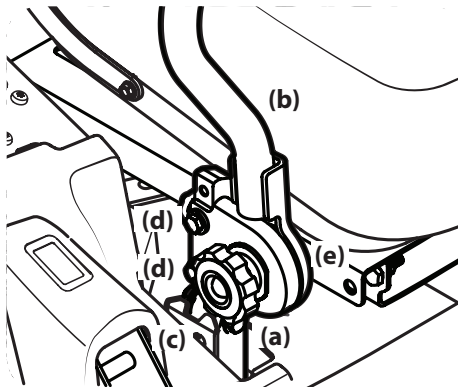

Figura 4-6
1. Afloje las perillas de la palanca de control de la transmisión (a) ubicadas a un lado de las palancas de control de la transmisión (b). Consulte Figura 4-6.
3. Asegúrela en su lugar ajustando la perilla de la palanca de control de la transmisión (a). Consulte Figura 4-6.